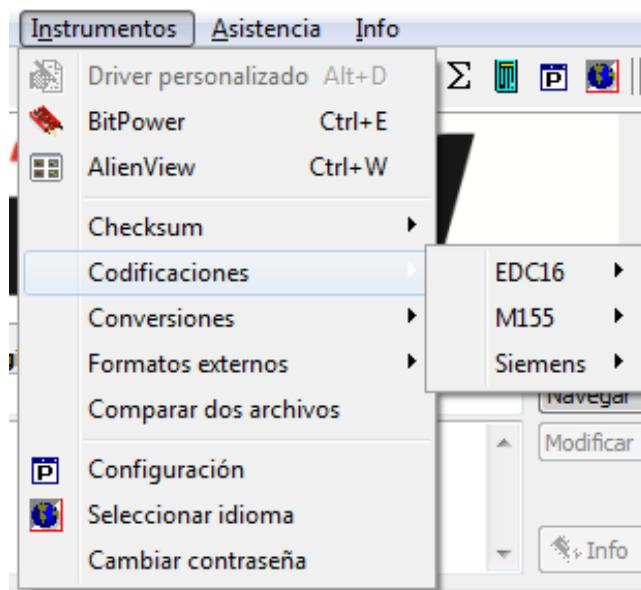

Figura 35: lista **Codificaciones** disponibles.
1. Desde la ventana principal del programa, seleccione el menú *Instrumentos* y sucesivamente *Codificaciones* (Figura 35).